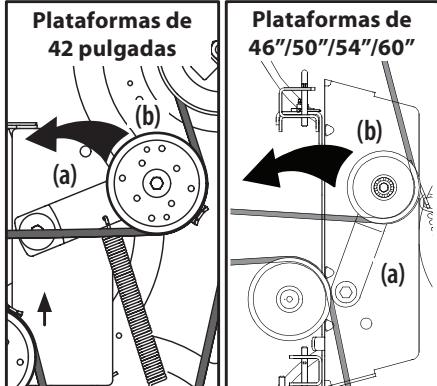

Figura 34
- Usando la manija de elevación de la plataforma o el pedal y la perilla de elevación de la plataforma, levante la plataforma a la posición que le ofrece mayor recorrido horizontal de la correa entre las poleas locales de la plataforma y la polea de la PTO en la base del motor. Consulte la Figura 34.
- Desde la parte media del tractor, haga girar el soporte de la polea loca (a) y la polea loca móvil (b) hacia atrás, justo lo suficiente para levantar la correa, por encima de la polea del husillo. Consulte la Figura 34.